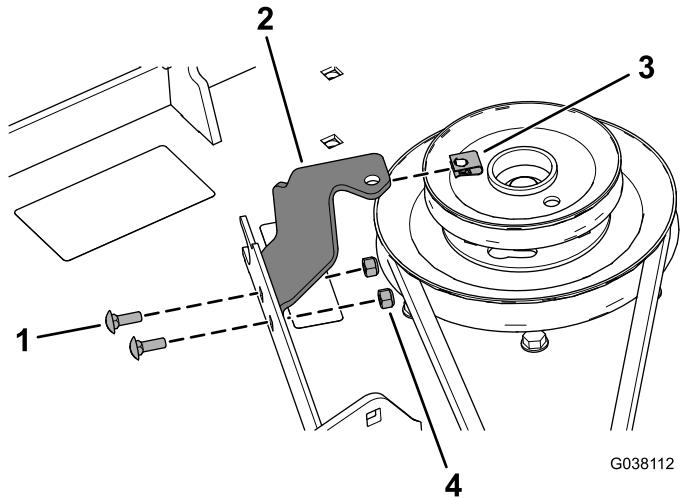

Figure 26
12. Fixez le support du protège-courroie sur le tablier de coupe à l'aide de 2 boulons de carrosserie ( $\frac{1}{4} \times \frac{3}{4}$  po) et de 2 contre-écrous ( $\frac{1}{4}$  po), comme montré à la Figure 26.
13. Placez l'écrou rapide sur le support du protège-courroie (Figure 26).